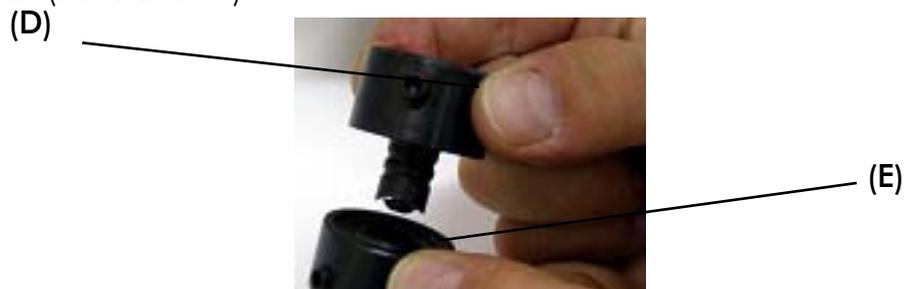

Bild 19
7.) Bevor die neuen Werkzeugteile eingesetzt werden, müssen sie vorsichtig zusammengefügt werden. Schieben Sie das obere Werkzeugteil "D" mittels des Lochwerkzeuges in das untere Werkzeugteil "E" (siehe Bild 19).